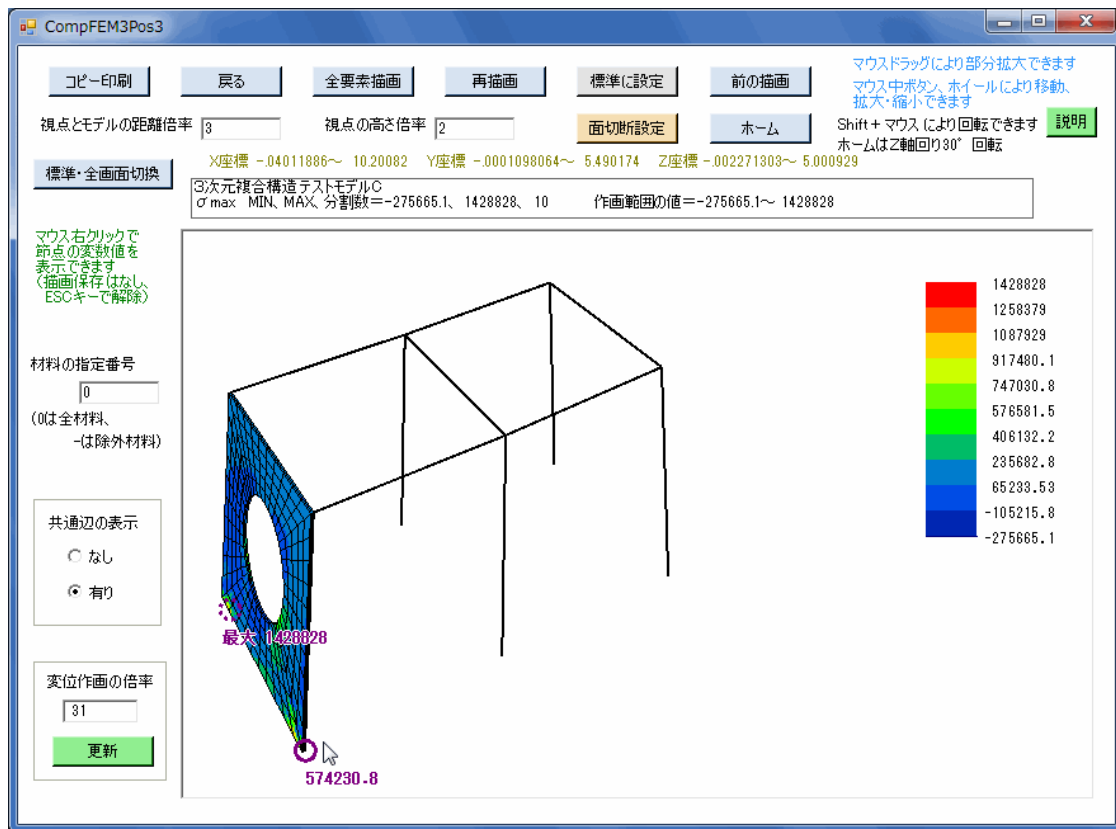

図6-7 等高線図の作画画面（マウス右クリックの節点の変数値表示）
- ⑤マウス右クリックで任意の節点を選択すると、図6-7のように同節点の変数値が表示されます。